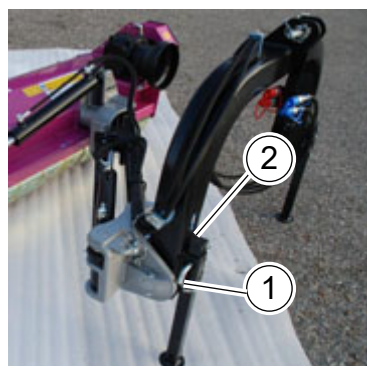
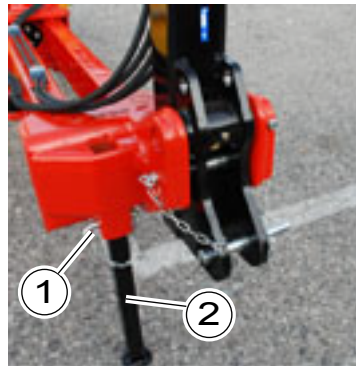

Fig.15
Fig.16
- Inserire i piedi di appoggio (2, "Fig.15" - "Fig.16") e regolare l'altezza da terra. Inserire i perni (1, "Fig.15" - "Fig.16"). Bloccare i perni con la copiglia in dotazione. La macchina deve appoggiare a terra in modo stabile.
- Insert the support feet (2, "Fig.15" - "Fig.16") and adjust the ride height. Insert the pins (1, "Fig.15" - "Fig.16"). To stop the pivots with the copiglia in endowment. The machine must rest on the ground in a stable manner.
- Insérer les pieds d'appui (2, "Fig.15" - "Fig.16") et régler la hauteur de terre. Insérer les goupilles (1, "Fig.15" - "Fig.16"). Bloquer les pins avec la goupille en dotation. La machine doit être posée par terre d'un façon stable.
- Die Stützfüßen einfügen (2, "Fig.15" - "Fig.16") und stellen Sie die Höhe vom Boden. die Bolzen einfügen (1, "Fig.15" - "Fig.16").
- Insertar los pies de apoyo (2, "Fig.15" - "Fig.16") y regular la altura de tierra. Insertar los goznes (1, "Fig.15" - "Fig.16"). Parar los goznes con el copiglia en do-
- Inserir os pés de apoio (2, "Fig.15" - "Fig.16") e ajustar a distância ao solo. Inserir os pinos (1, "Fig.15" - "Fig.16"). Fixar os pinos com o pino de contrapino fornecido. A máquina deve repousar de modo estável no chão.